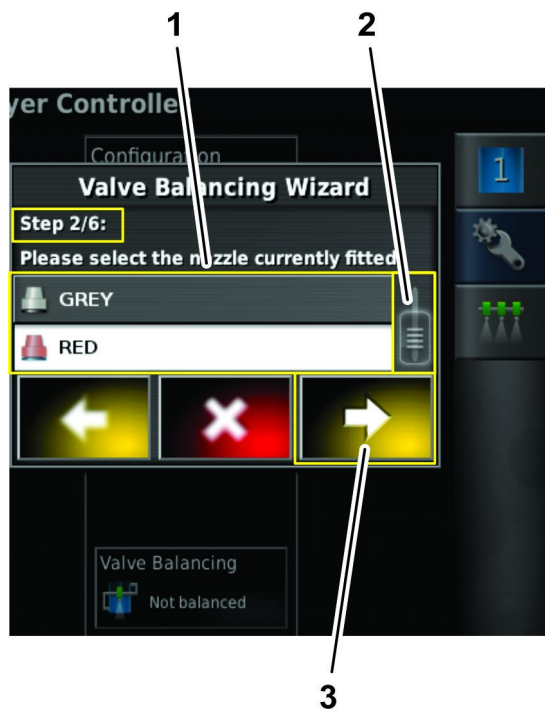

Bild 135
2. Ziehen Sie in Schritt 2 des Assistenten zum Ventilausgleich ggf. die Bildlaufleiste, um die Sprühdüse anzuzeigen, die Sie konfigurieren, und tippen Sie dann in der Dropdownliste auf das Düse-Symbol (Bild 135).
3. Tippen Sie auf das Weiter-Symbol (Bild 135).